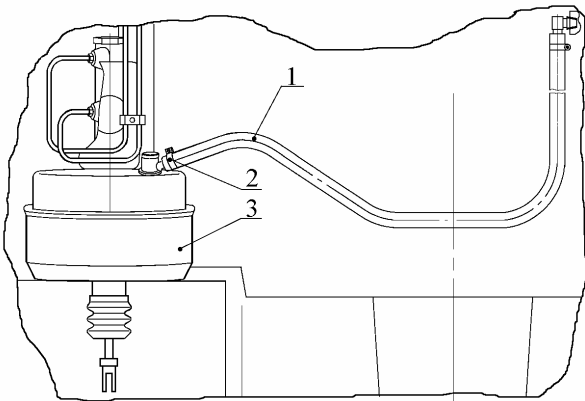

Рис. 13. Отсоединение рукава:
4.13.5. **Отсоединить рукав 1** (рис. 13) от обратного клапана вакуумного усилителя тормозов 3, ослабив крепление хомута 2